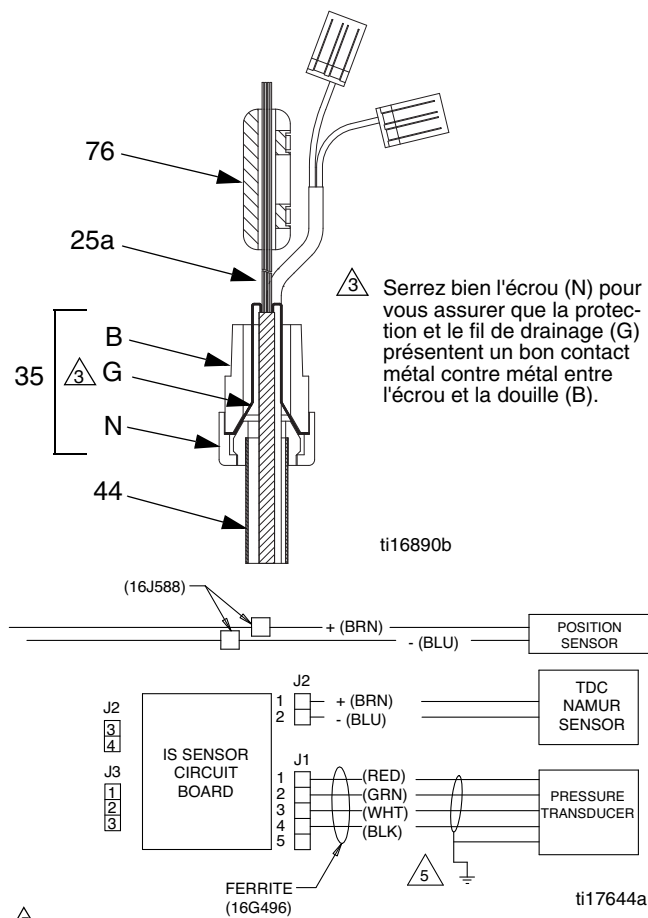

FIG. 5. Mise à la terre du câble du capteur
Le fil de drainage et de protection du câble de capteur de pression (25a) est mis à la terre grâce à un contact métal contre métal avec le réducteur de tension conducteur du capteur (35). Consultez la FIG. 5.